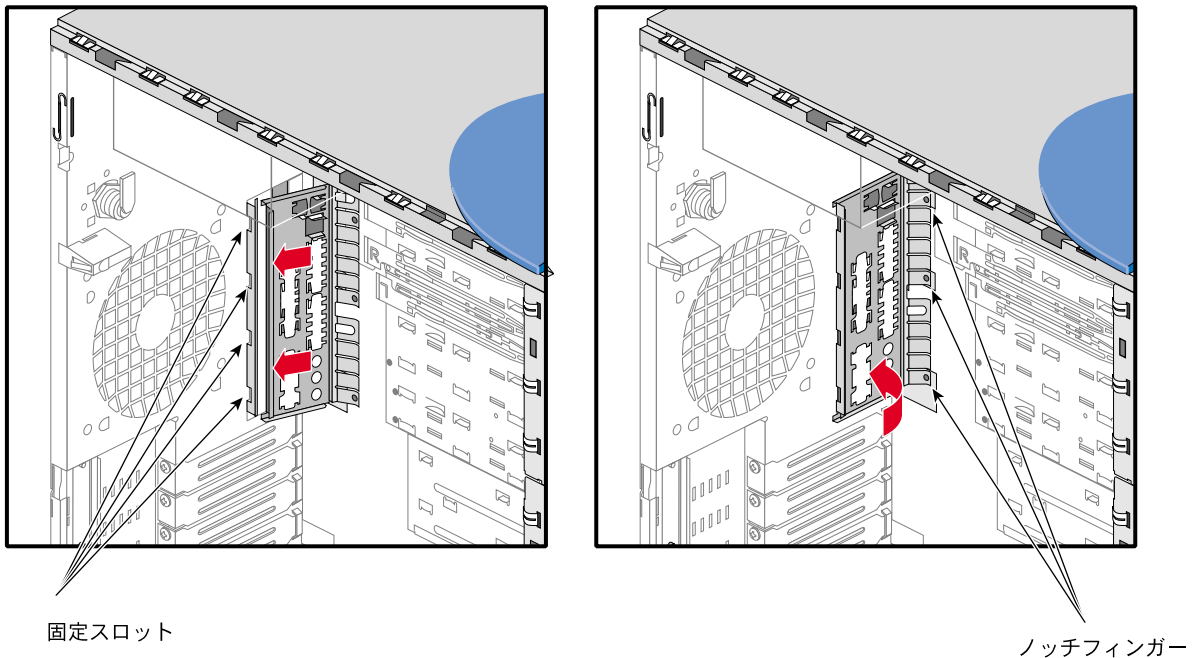

図2-33 I/O パネルガスキットの取り付け
1. システムのI/O パネル開口部にある4つの固定スロットの位置を確認します。固定スロットの位置については、図2-33を参照してください。
2. I/O ガスキットの4つのくぼみを、I/O パネル開口部の対応する固定スロットに挿入します。図2-33にその手順を図示します。